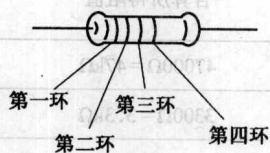

图 1-2 色环电阻
(2)用色环表示。在电阻器上印有四道或五道色环(见图 1-2),左起第一、第二环表示两位数的数值,第三环表示倍乘数,第四环表示阻值允许的误差。各道色环中不同颜色的含义见表 1-1 所列。